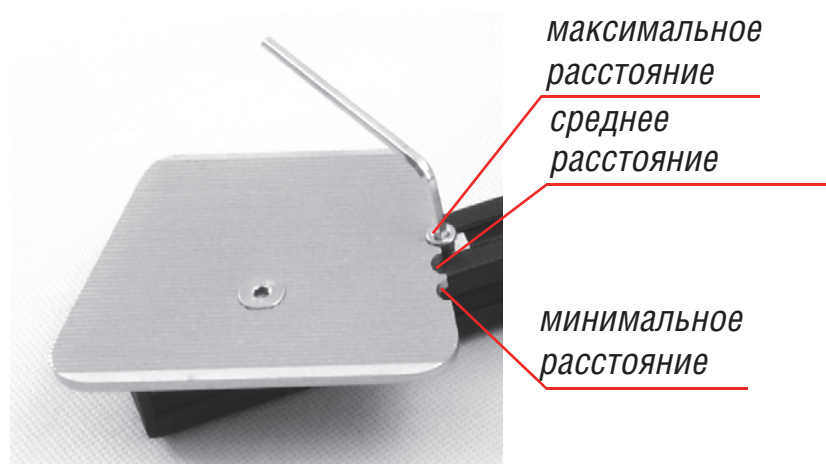

Рис. 2.16.
6.3. В зависимости от размера ноги и, соответственно, расстояния между подпятником и опорной штангой, выберите выемку на боковом ребре подпятника (рис. 2.16).